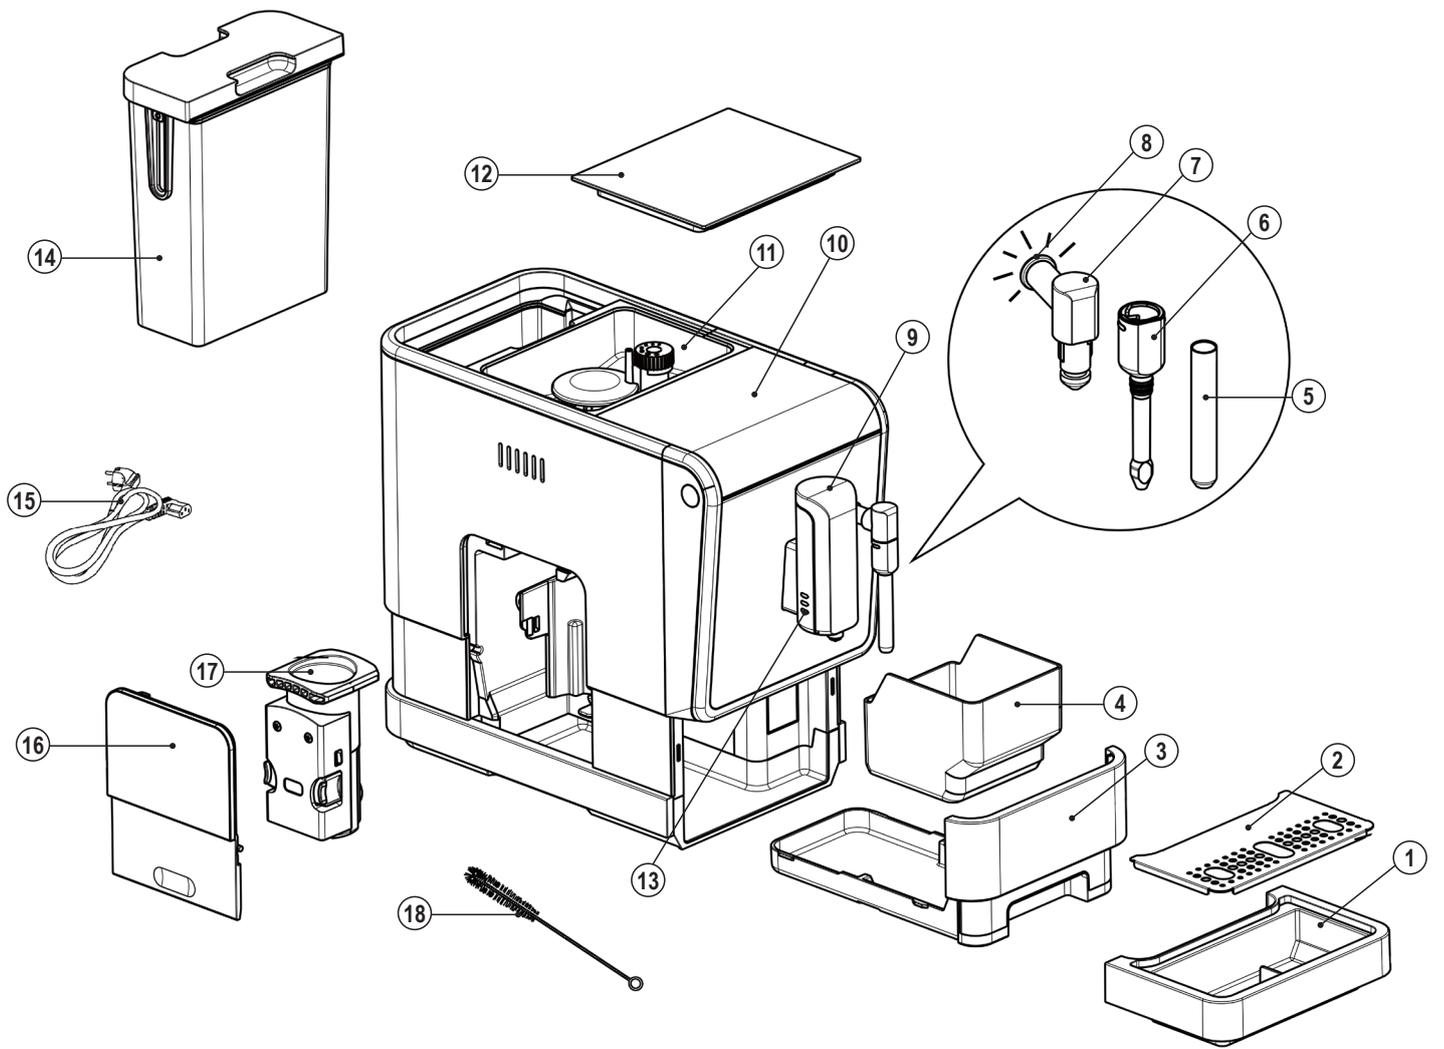

Fig.1
- Coloque una taza debajo de la salida de café (9) y ajuste la altura de la salida para que encaje. Dependiendo del tamaño del vaso (demasiado alto o demasiado ancho), puede retirar la bandeja de goteo (1) o ajustar la posición de la bandeja de goteo como se muestra en (Fig 1).
- Dependiendo del sabor del café que prefiera, presione el botón de café fuerte (J) o el botón de café suave (K).
- Mientras está haciendo café la iluminación taza (13) se activará.